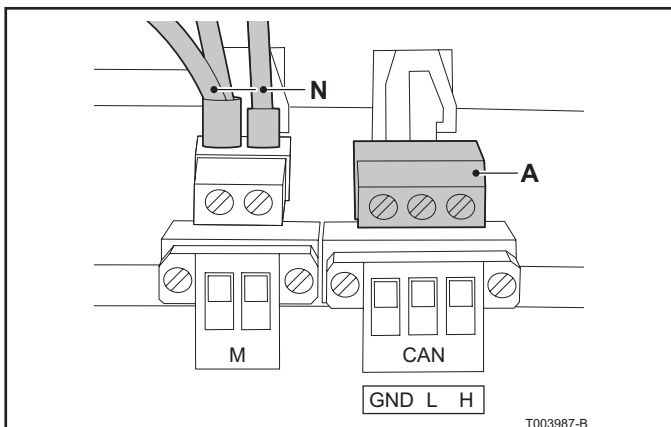

Fig. 28 Anschluss des CAN-Bus-Kabels an den GEP (Vorderansicht der DIN-Schiene)
9. Schließen Sie die drei farbigen Adern gemäß der farblichen Codierung in *Tabelle 07* an die drei Anschlüsse H, L und GND des 3-poligen Steckverbinders an (siehe A in Fig. 28).